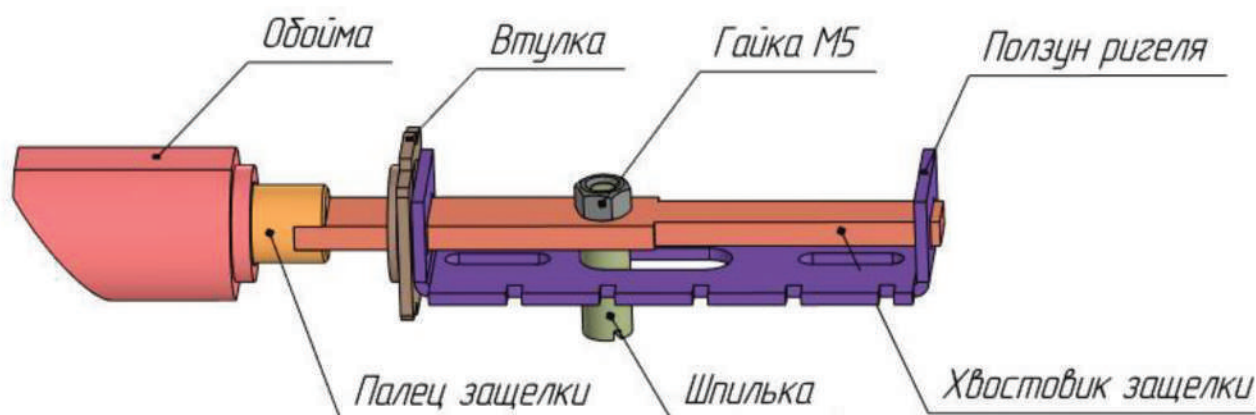

Рис. 4.
7. Теперь начинаем разбирать сам ригель. Отмечаем, какое положение относительно ползуна ригеля имеет скос пальца защелки. Отворачиваем гаечным ключом 8х10 гайку М5. Шлицевой отверткой выворачиваем шпильку. Вынимаем палец защелки с обоймой, втулкой и пружинами (3 шт. - не показаны) из пазов ползуна (рис. 4).